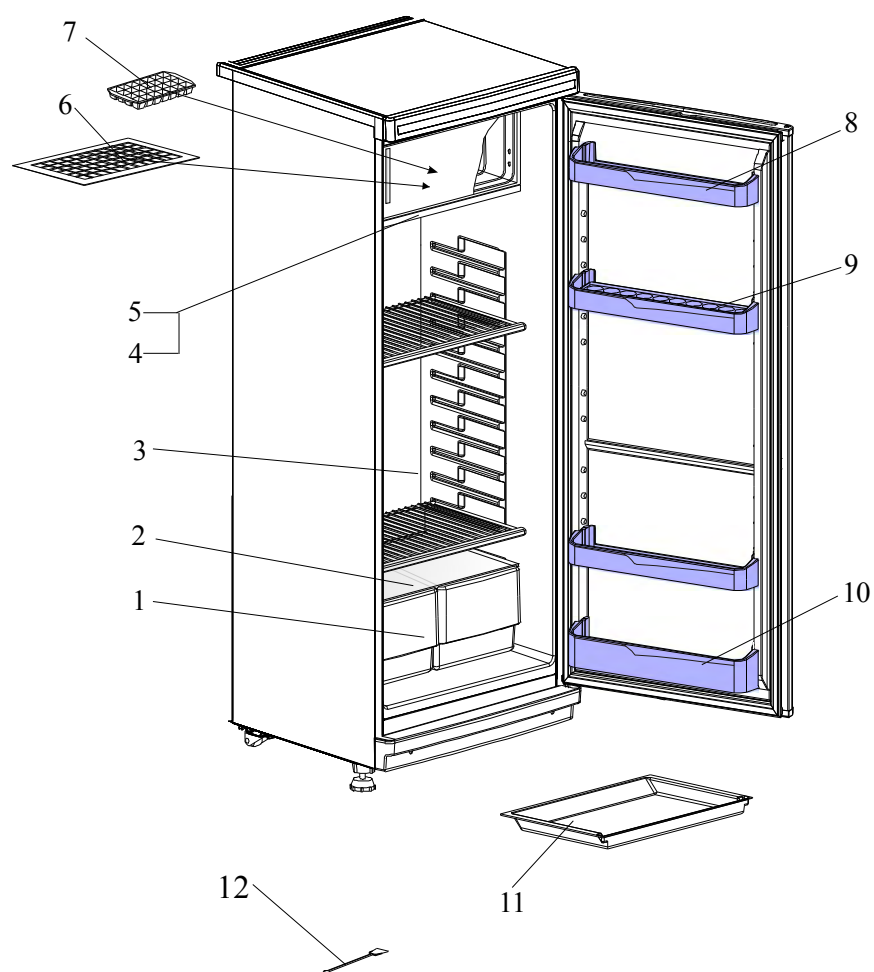

Рис.1 Расположение съемных деталей холодильника
- 5.4. В верхней части холодильника находится низкотемпературное отделение, закрываемое дверкой. Под низкотемпературным отделением находится поддон с крышкой, позволяющей регулировать размеры окон в поддоне. При открытом окне в поддоне температура в холодильной камере понижается, при закрытом — повышается. Окно в поддоне открывается движением крышки до упора на себя. Для извлечения поддона из холодильника необходимо приподняв рукой вверх прилегающую к задней стенке сторону поддона и, нажимая с небольшим усилием вниз на переднюю кромку поддона, плавно выдвинуть его до совмещения паза на левой стороне поддона с фиксирующей деталью. После этого опустите левую сторону поддона и выньте сам поддон. При оттаивании холодильника сбор талой воды осуществляется по дренажной системе в сосуд для талой воды поз. 11 (рис.1).
- 6.6. Установите комплектующие изделия в холодильник согласно рис.1.
Помидоры, огурцы, перец, баклажаны, лимоны и другие овощи и фрукты хранить в сосудах 1 (рис.1). Бананы не следует хранить в холодильнике.